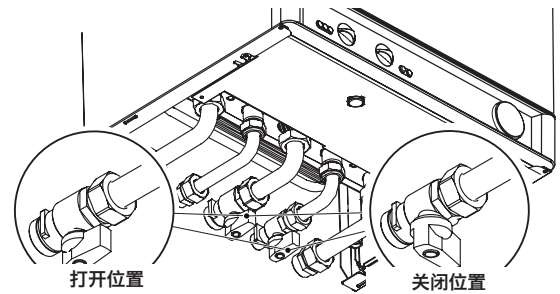

图 3.2
- 锅炉阀门与安装期间安装的阀门必须打开 (图 3.2)。
• 关闭锅炉阀门 (图 3.2)；